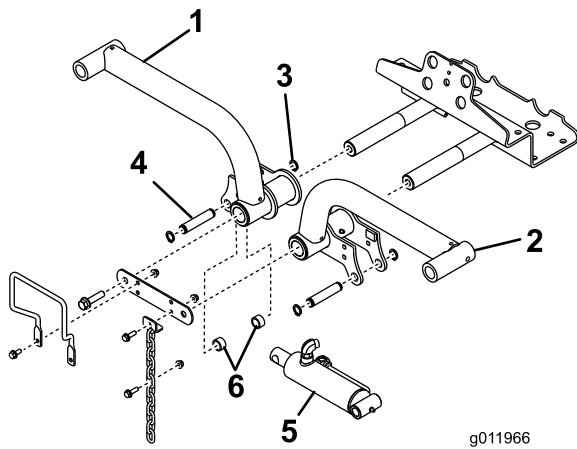

Bild 15
- Stecken Sie die Hubarme in die Gelenkschäfte des Hubarms (Bild 15) und befestigen sie mit dem Gelenkschaftanschluss und den Schrauben, die Sie vorher entfernt haben.
6. Befestigen Sie das rechte Ende des Hubzylinders mit einem Stift und zwei Distanzstücken am rechten Hubarm (Bild 15). Befestigen Sie ihn mit dem Befestigungsring.